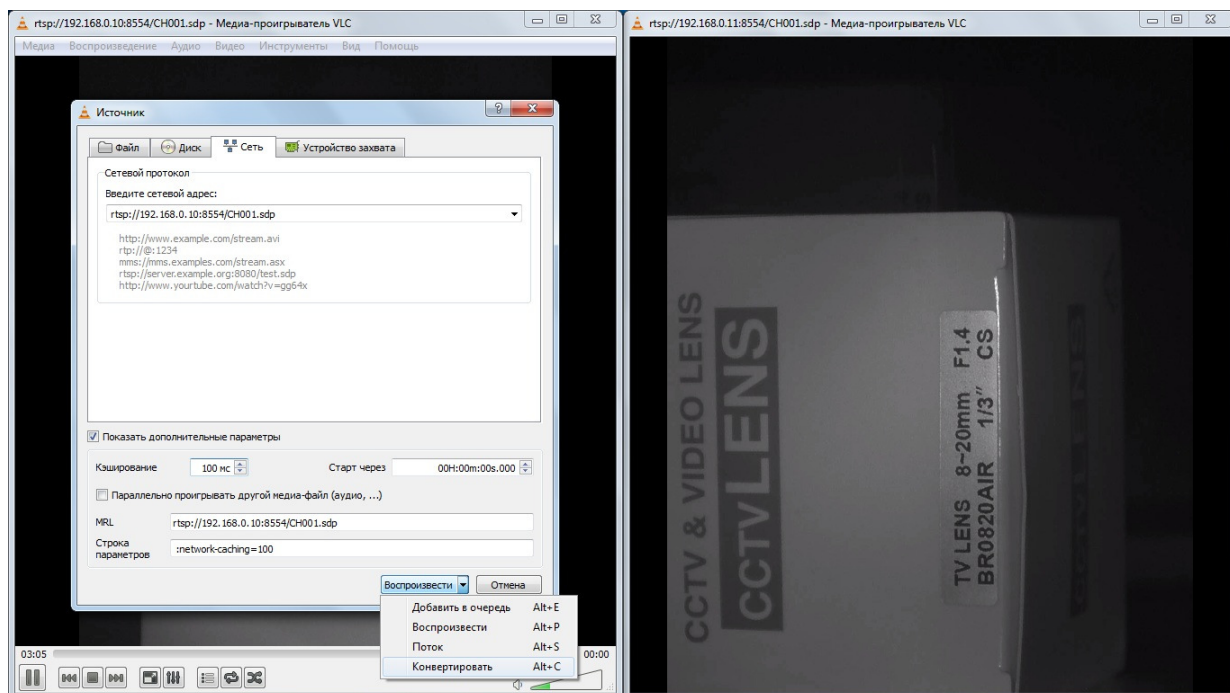

Рисунок 21 – Настройка сохранения видеопотока в файл.
- 4) в появившемся окне (рис. 21) следует указать источник потока (ввести адрес нужной видеокамеры – см. п. 1.5.1.) и конечный файл;